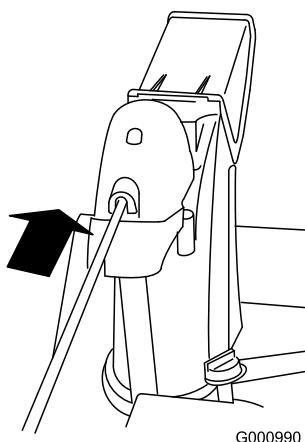

Figura 10
- 4. Inserite l'estremità anteriore dell'asta nell'apertura sul retro del coperchio ingranaggi del camino di scarico, finché non s'inserisce negli ingranaggi (Figura 10).